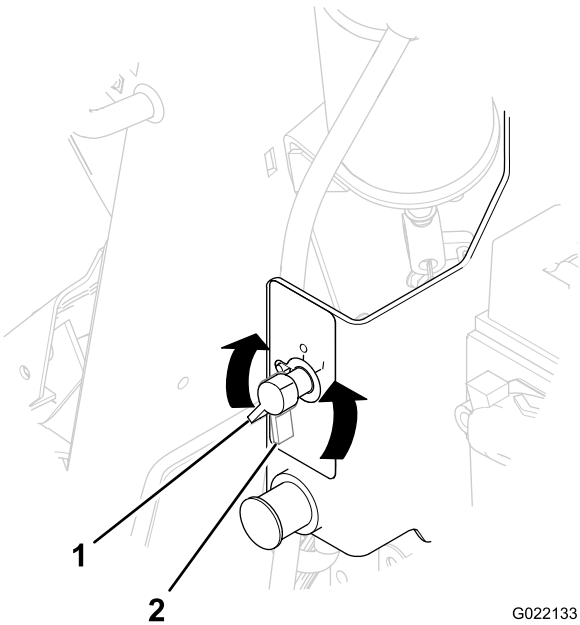

Рисунок 60
- 2. Поверните переключатель отсоединения аккумулятора в положение «Выкл.» (Рисунок 60).